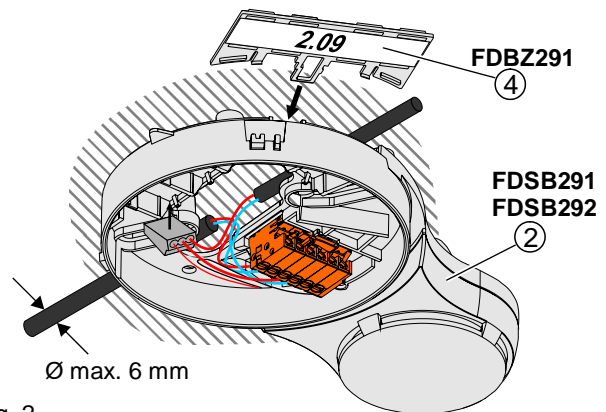

Fig. 2
- For installation with surface-mounted cable entry see Fig. 2
- Montage bei Aufputz-Kabeleinführung siehe Fig. 2
- Installation avec entrée de câbles en montage saillant voir Fig. 2
- Para el montaje en caso de entrada de cable para montaje en superficie, ver Fig. 2
- Montaggio in caso di entrata cavo nel montaggio a parete vedi Fig. 2